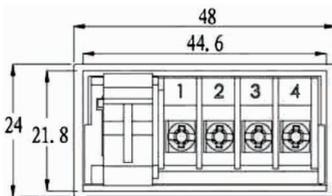

Рис. 4
- 2.1. На задней панели подключите контакт 2 к контакту 4 (см. рис. 4).
- 2.2. На задней панели подключите контакт 3 к контакту 4 (см. рис. 4).